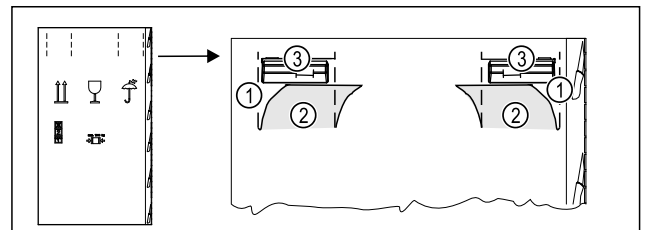

Fig. 5
- Paina pakkauspahvi ylhäällä rei'itykseen Fig. 5 (1).
- Vedä sisään painetut kielekkeet Fig. 5 (2) ulos.
- Kantokahva Fig. 5 (3) on näkyvissä oikealla ja vasemmalla.
- Pitele laitetta kantokahvoista Fig. 5 (3).